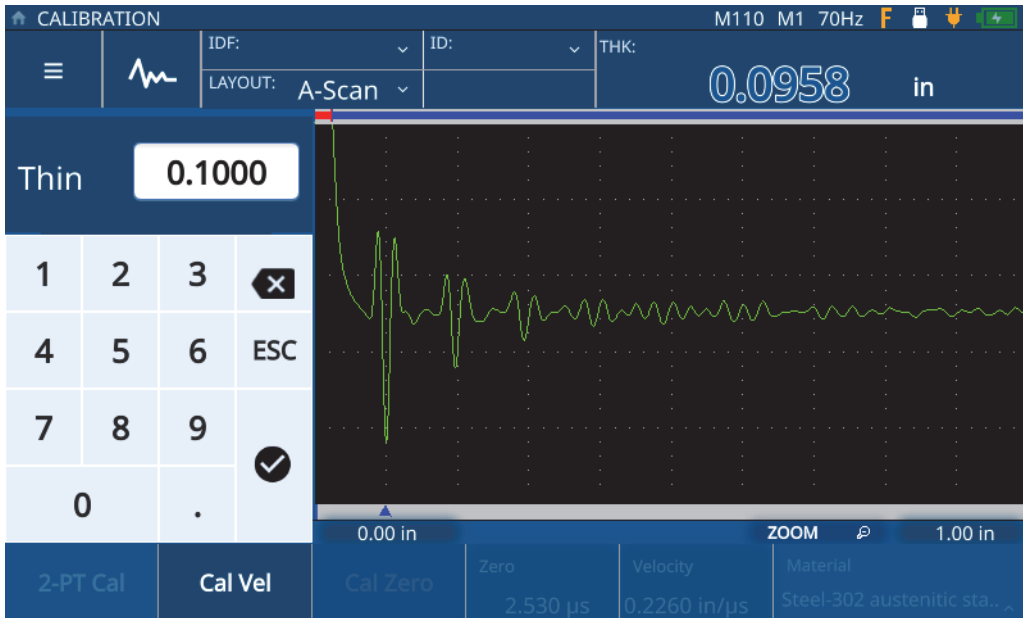

Figura 5-11 Introducir el espesor de la muestra
8. Pulse el valor **Thin** (Delgado) para acceder al modo de modificación e introduzca el espesor de la muestra (ver Figura 5-11 en la página 56).